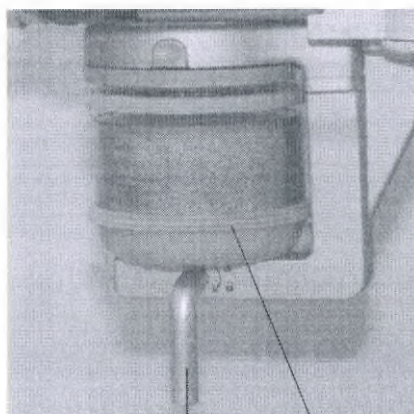

РИС. 7-19 Канистра с поглотителем, разблокирована
3. Поверните рукоятку механизма фиксации по часовой стрелке в открытое положение, как показано на РИС. 7-19. При этом канистра с поглотителем отделится от верхней части блока. С учетом предыдущего **предостережения** выньте канистру с поглотителем. Затем удалите Pre-Pak или сыпучий поглотитель из канистры. Утилизируйте поглотитель согласно указаниям производителя.